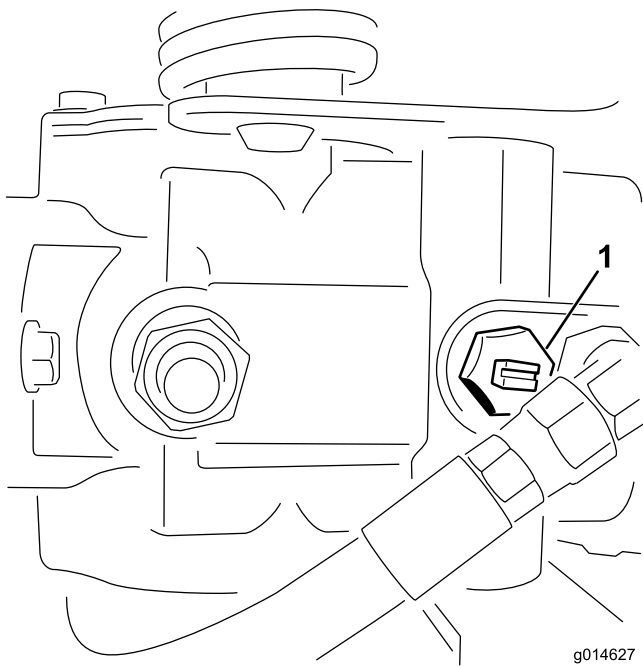

Bild 42
1. Ermitteln Sie das Sicherheitsventil an der Pumpe und drehen Sie es, sodass der Schlitz vertikal ist (Bild 42).
2. Schließen Sie vor dem Starten des Motors das Sicherheitsventil. Drehen Sie den Schlitz des Ventils in die horizontale Stellung (Bild 42). Starten Sie den Motor nie, wenn das Ventil noch offen steht.